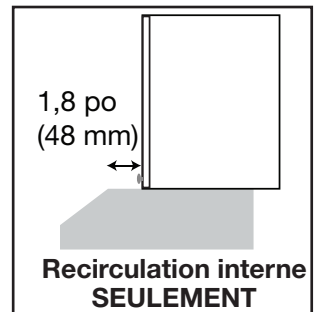

Figure 1
Lors de l'installation avec fonction de recirculation interne, l'unité doit être placée à 1,8 po (48 mm) de l'armoire, pour exposer la sortie de ventilation (Voir figure 1). Référez-vous aux mesures fournies à la page 7 et 9.
- En cas de ventilation interne, utilisez les mesures d'utilisation fournies à la page 7 et le dégagement sur la figure 1.